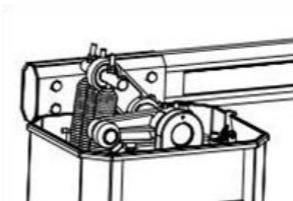

图2-6
2. 在主轴弹簧连杆垂直轴上有 2-3 根弹簧连接螺栓，如图 2-6 所示；